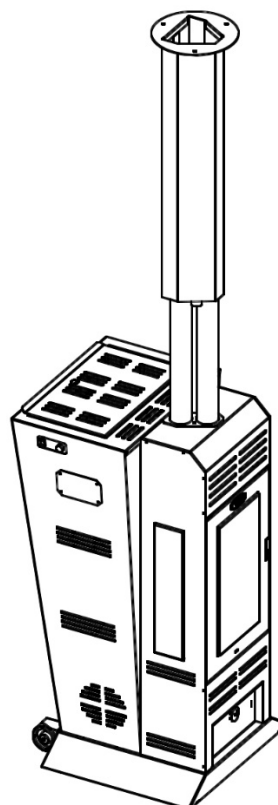

Abb. 3
- 2 Das Netz bis unten über die Rohre streifen (Abb. 3)